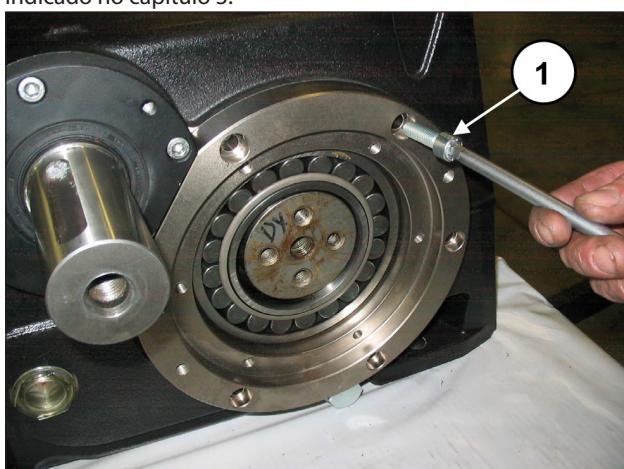

Fig. 74
Aperte as coberturas do mancal, mediante 6+6 parafusos M10x30 (pos. ①, Fig. 74).